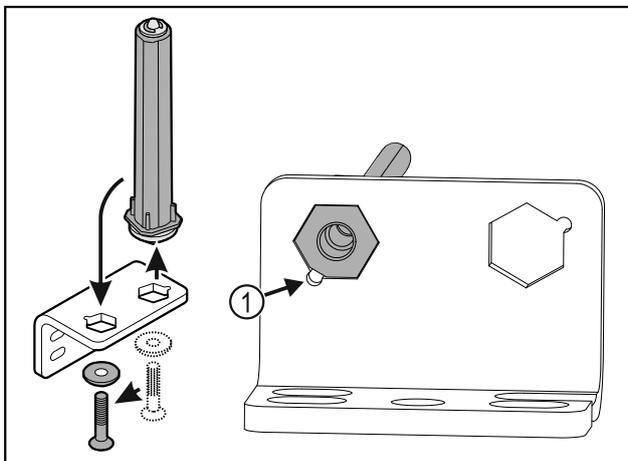

Fig. 35
- ▶ Asegúrese de que el bisel del perno Fig. 35 (1) esté orientado hacia el orificio redondo al insertarlo.